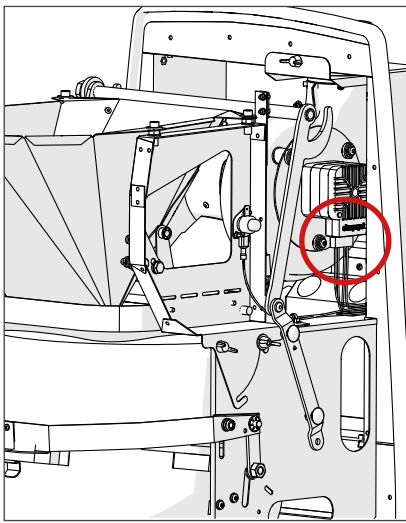

Fig. 14
2. Débrancher le connecteur situé sous le ventilateur (fig. 14).